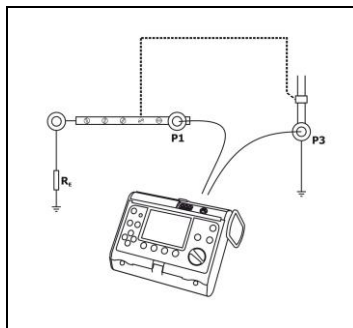

Fig. 17. Conexión del medidor
- conectar el medidor con los cables a la toma de corriente del tablero según la Fig. 17,